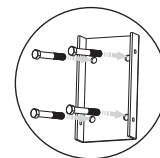
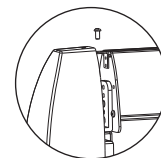
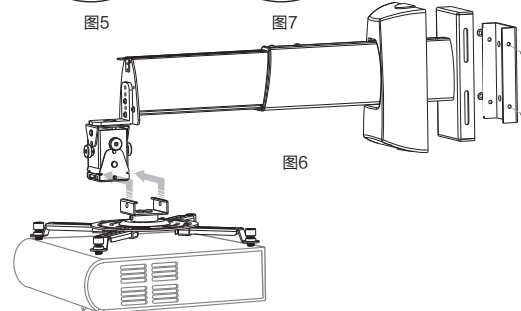

图5
图7
图6
- ② 把墙壁固定件安装到墙壁上(根据墙壁的材质选择配件中的螺丝, 配件⑦适用于混凝土墙壁, 配件⑧适用于木板墙壁)如图5。然后, 把支杆总成安装到墙壁固定件上, 以螺丝(配件⑤)紧固, 再将安装支架(已安装于投影机)滑入角度调节器, 然后装上(配件⑥)螺丝, 如图6。把顶盖套入安装前端, 紧固螺丝(配件⑥), 如图7。